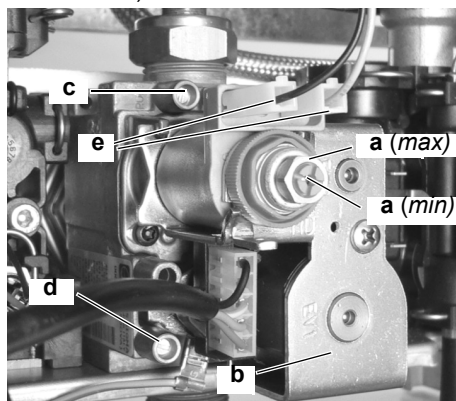

Figura 7.7 Valvola gas minimo.
Fare attenzione che non vada a toccare le parti metalliche della caldaia **Figura 7.7**
Per tarare la pressione al bruciatore agire sulla vite in plastica (**a min** in **Figura 7.7**) tenendo fermo il dado esagonale in ottone grande (**a max** in **Figura 7.7**) dell'operatore modulante (ruotando in senso orario la pressione aumenta).
- 11 Collegare il filo di alimentazione e dell'operatore modulante **a** in **Figura 7.7**
- 14 Chiudere la presa di pressione **c** in **Figura 7.7**